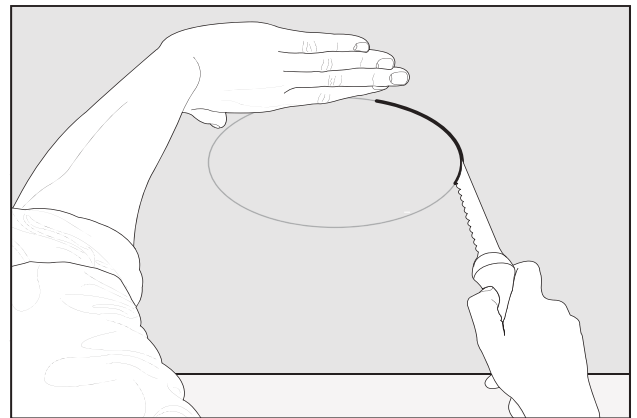

Fig. 5b
4. テンプレートを外し、ドライウォールナイフで開口部を切り取る (Figs. 5b & 6c)。